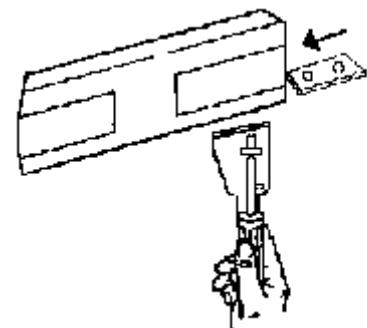

Fig. 3
- 4) Inserire il piattino A all'interno dell'asta ,quindi avvitare il supporto mobile (fig.3.).
- 4) Insert plate A inside the beam and then screw the mobile support (fig3).
- 4) Introduire le petit plateau A à l'intérieur de la lisso, puis visser le support mobile (fig3).
- 6) Régler la hauteur au moyen du tirant de réglage (B), en se rappelant qu'avec la lisso en position horizontale , le
- 4) Introduzca el platillo A en el interior del mástil y entornille el soporte móvil (fig3).